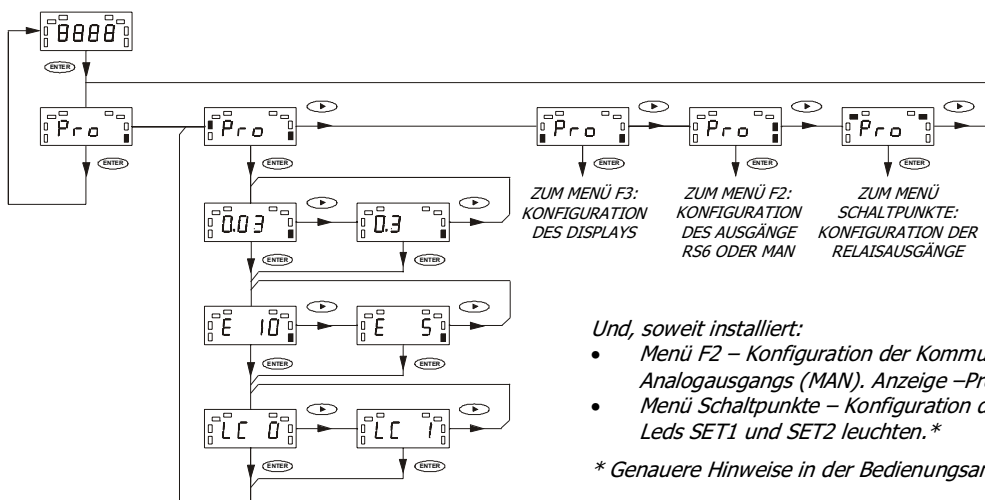

Abb. 12.1: Programmierschema
2. / Abb. 12.1 zeigt das aufgeklappte Diagramm mit Menü F1 zur Eingangskonfiguration. Folgende Parameter können konfiguriert werden: der Eingangsbereich (30 mV oder 300 mV); die Speisespannung (10 V oder 5 V), die das Gerät zur Versorgung der Kraftmeßdose liefern muß, und die Sperrung der Funktionen Tara und Reset von Tara.